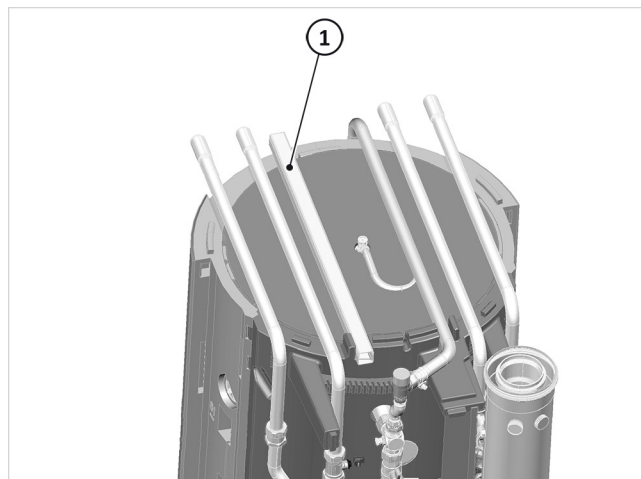

Abb. 12: Leitungsführungskanäle
1. Verlängerungsleitung in einem geeigneten Schutzrohr oder Kabelkanal zum SolvisBen führen und dort im Deckelbereich durch rechten Leitungsführungskanal (→ Abb. 12 (2)) zur Frontseite führen.